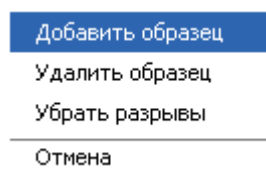

Рисунок 10 – Контекстное меню таблицы измерений.
- Имеется возможность оперативно удалять и добавлять строки в таблице измерений, а также удалять пустые строки между измерениями. Эти действия производятся с помощью контекстного меню, вызываемого щелчком правой кнопки мыши на таблице (Рисунок 10). Однако следует помнить, что в таблице измерений не может быть более 20-ти образцов. По достижении этого количества, соответствующий пункт меню блокируется, и дальнейшее добавление образцов невозможно.